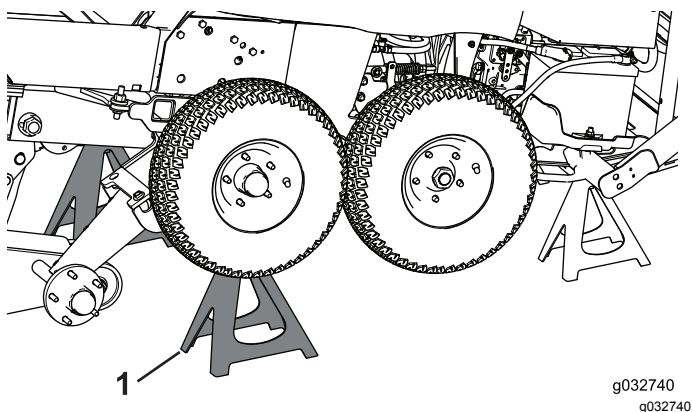

Figura 89
5. Utilize macacos para suportar a estrutura de inverno (**Figura 89**).
6. Retire as rodas frontais (**Figura 89**).